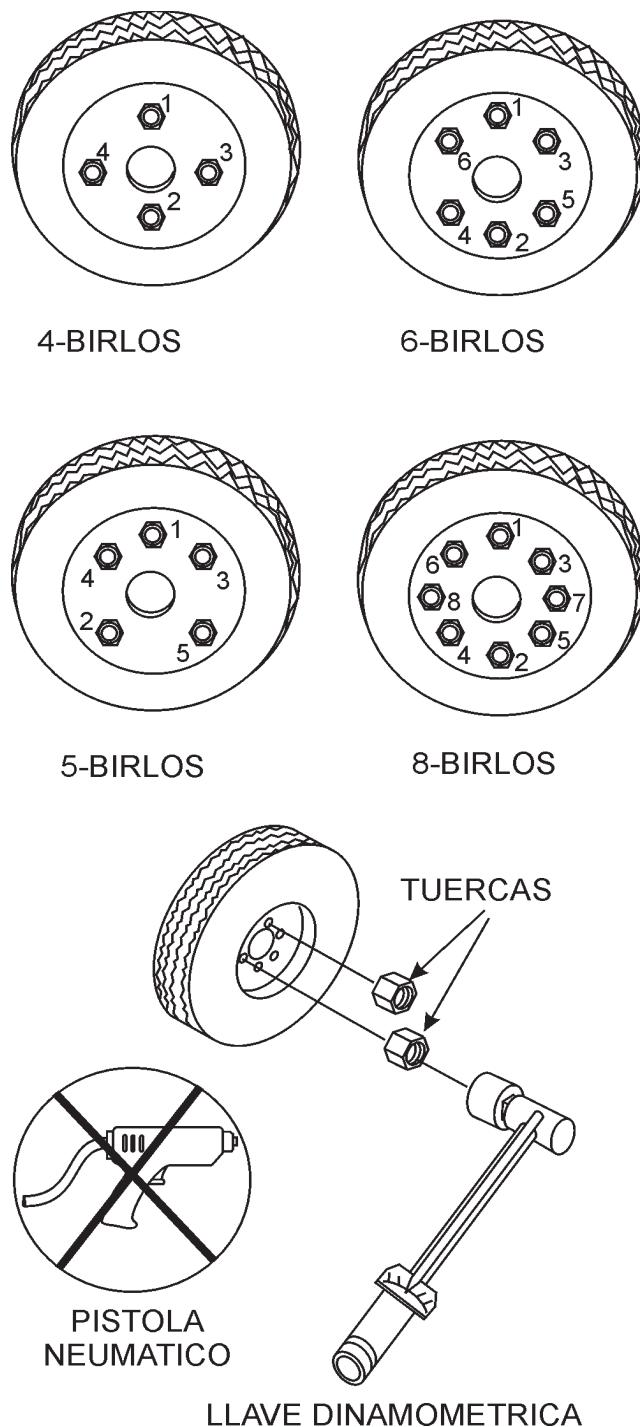

Figura 45. Secuencia al apretar las tuercas de las llantas
2. Apriete todos los birlos en secuencia. Vea la Figura 45. **NO** apriete los birlos de la llanta completamente. Apriete cada birlo en 3 pasos separados como se define en la Tabla 7.